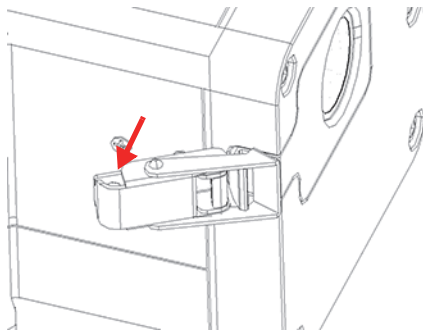

图 4-2 拉出的插锁
3. 拉出插锁的后部，释放面板上的张力（参见第58页的图 4-2）。